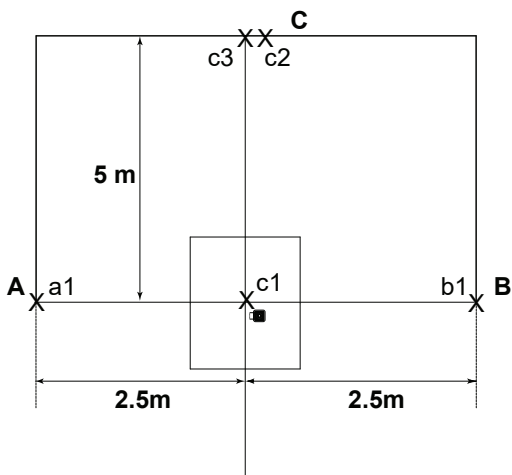

figura 8
- 6) Segnare come c3 il centro della trave verticale laterale sulla parete C, alla stessa altezza del punto c2. (vedi figura 8).